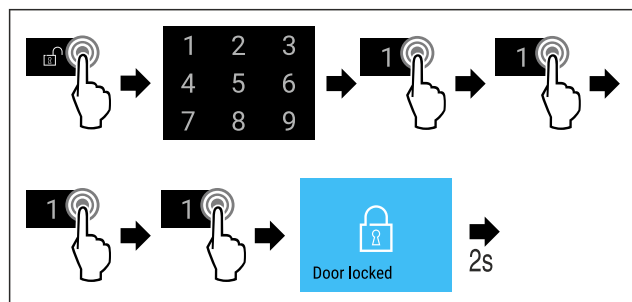

Fig. 75 Locking door using door code 1 1 1 1.
- ▶ Complete steps (see Fig. 75) .